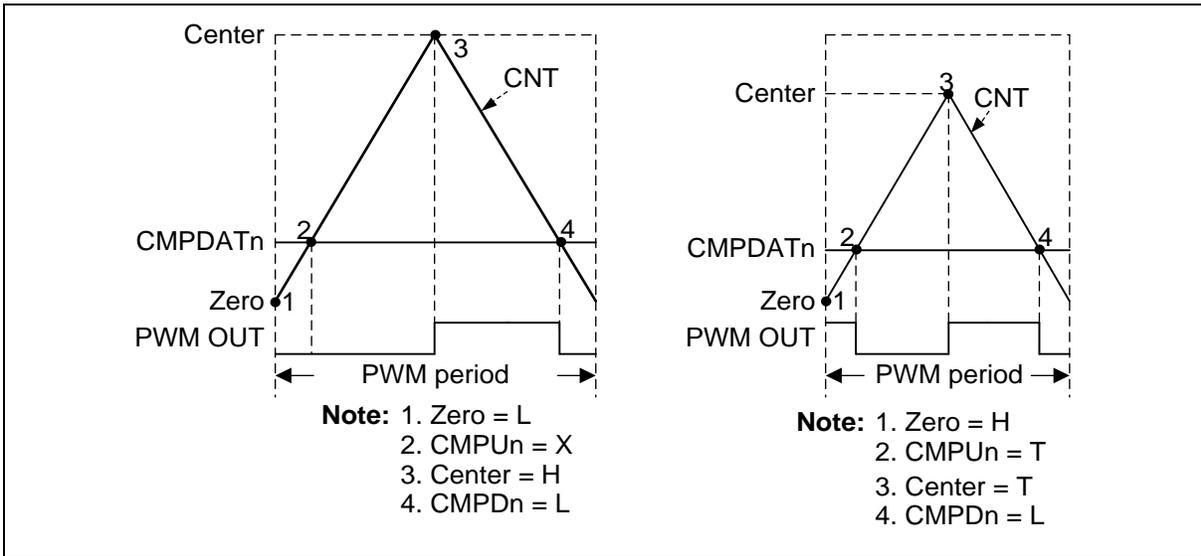

图 6.11-14 BPWM 脉冲发生 (左: 不对称脉冲, 右: 多样化脉冲)
通过 BPWM\_WGCTL0 和 BPWM\_WGCTL1 寄存器可以设定每个位置点的 BPWM 波形：无动作 (X)、拉低 (L)、拉高 (H) 或者触发 (T)。如图 6.11-14，通过这些位置点的设置，用户可以轻易的产生不对称的 BPWM 脉冲和其它多样化的波形。图中，比较器 n 用于产生 BPWM 脉冲，n 指通道 0 ~ 5；CMPU 指向上计数时 CNT 计数到 CMPDAT，CMPD 指向下计数时 CNT 计数到 CMPDAT。